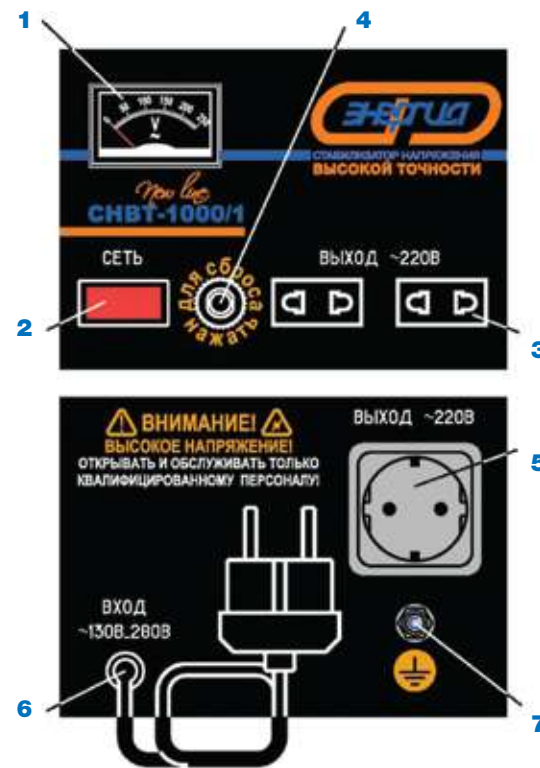

Рис. 3. Модели СНВТ-500/1...1500/1
4.1. ПЕРЕЧЕНЬ СОСТАВНЫХ ЧАСТЕЙ ИЗДЕЛИЯ (РИС. 3, 4, 5, 6, 7).
5.4.1. Расположение элементов подключения, управления и индикации для всех моделей показано на рис. 3, 4, 5, 6, 7. Их позиционные обозначения и назначение указаны в Таблице 2.